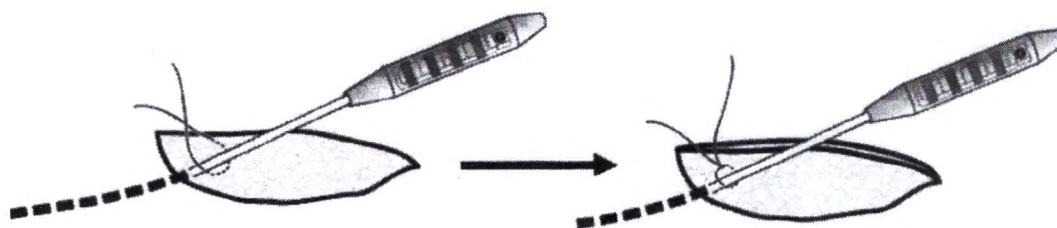

**Рисунок 1.** Шов, наложенный вокруг стержня инструмента для туннелирования в подкожной клетчатке.
1. Не извлекая инструмент для создания канала до протягивания чрескожного удлинителя в место расположения кармана, проведите нить рассасывающегося шовного материала через ткани вокруг стержня инструмента для туннелирования около входного участка кармана (рисунок 1).